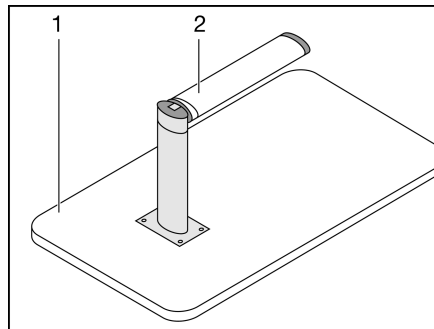

Fig. 54 Sommier de lit
- Soulever légèrement le plateau de table (Fig. 54,1) à l'avant d'env. 45°.
- Tirer la partie inférieure du pied de table (Fig. 54,2) vers le bas et le rabattre de 90°.